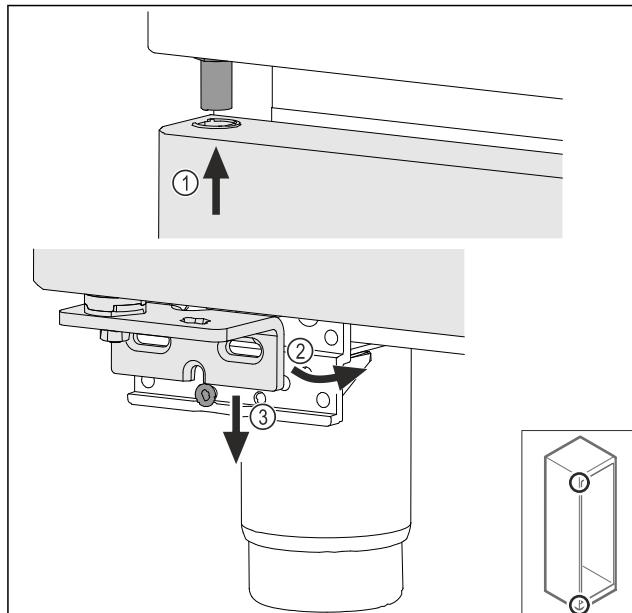

Fig. 74
- Așezați pe traseu ușa ușor basculată sus Fig. 74 (1), aliniați dreaptă ușa Fig. 74 (2) și așezați jos pe șurubul suportului de lagăr Fig. 74 (3).